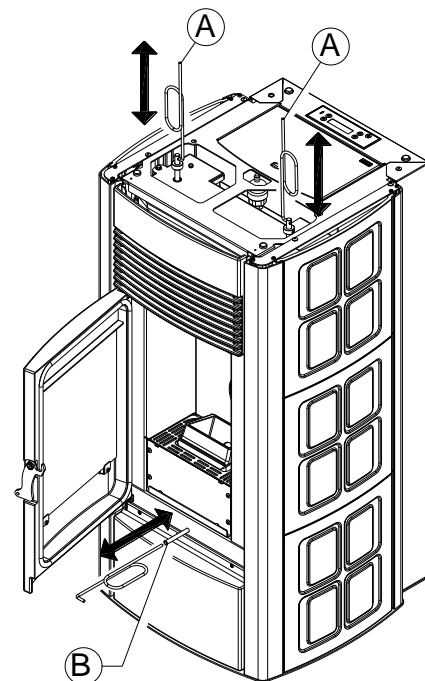

Figure 15 - Nettoyage du faisceau tubulaire interne moyennant des grattoirs (EGO-STAR)
- **Nettoyer le faisceau tubulaire** – En utilisant la main froide fournie, agiter énergiquement 5 ou 6 fois les tiges placées sous le dessus **A** sur la figure 15). Cette opération élimine la suie qui s'est déposée sur les conduits de fumées de l'échangeur pendant le fonctionnement normal du poêle.
- **Nettoyer le logement du convoyeur de fumées – Poêles EGO-STAR (Figure 15)**
Ouvrir la porte, visser la main froide sur la tige du grattoir **B** (**B** sur la figure 15), l'agiter énergiquement 5 ou 6 fois sur toute sa longueur. Dévisser la main froide et insérer de nouveau la tige **B** complètement dans son logement. De cette manière, on aide le ventilateur à expulser d'éventuelles accumulations de suie, tombée pendant le nettoyage précédent du faisceau tubulaire (après avoir agité les tiges "A" on doit toujours agir sur le grattoir "B").